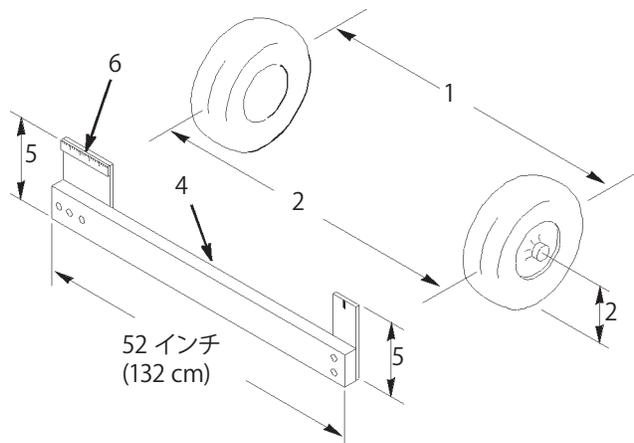

図48
4. 前輪の前と後ろで、左右のタイヤの中央線間距離を測る (図48)；計測はアクスルの高さで行う。前輪の後ろで、アクスルの高さで測定を行うには市販または手製のトーイン測定器が必要となる。前後の計測とも同じ道具を使用し、アクスルの高さで正しく測定すること (図48)。前後の計測値が同じか、前での測定値が0～6 mm 小さければよい。